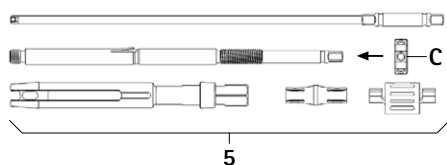

Fig. 10
- Enroscar la tuerca tensora **C** en el casquillo interior, ver Fig. 10.